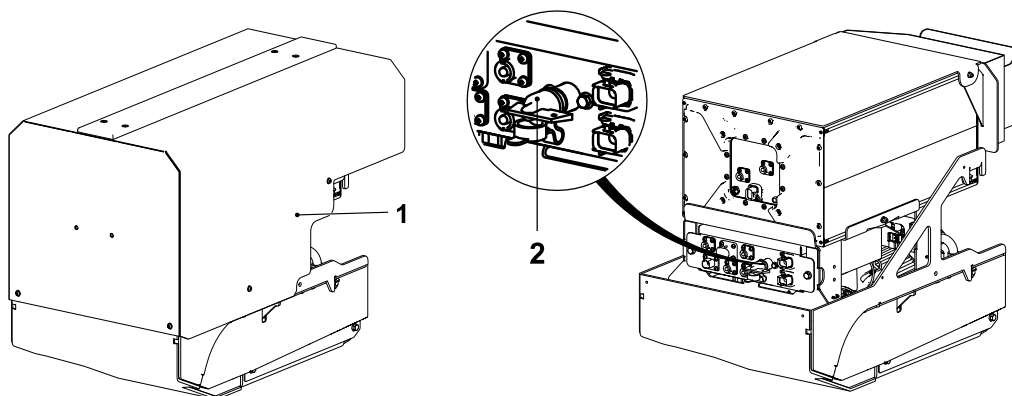

Abbildung 7.5 Erdungsschalter
- Länger als 1 Monat: sorgen Sie dafür, dass der SOC des Batteriepakets zwischen 40 % und 70 % liegt und schalten Sie anschließend den Erdungsschalter aus. Den Erdungsschalter (2) erreichen Sie, indem Sie die Motorhaube (1) demontieren (siehe *Abbildung 7.5*).